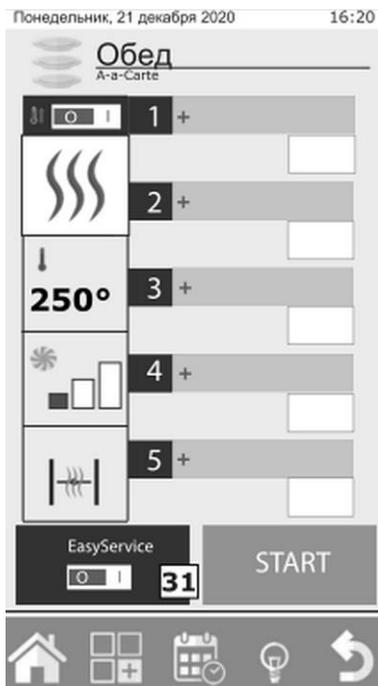

Рис. 37
1. Для активации Easy Service установить переключатель Easy Service (31, Рис. 37) в положение „I“.